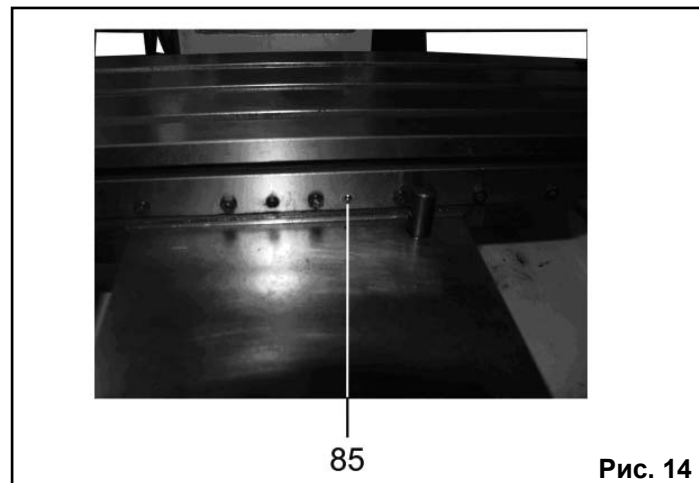

Рис. 14
13.1.5. Перед началом работы и после окончания рекомендуется добавить несколько капель масла в маслёрники (85), Рис. 14, всех узлов, снабжённых ими.